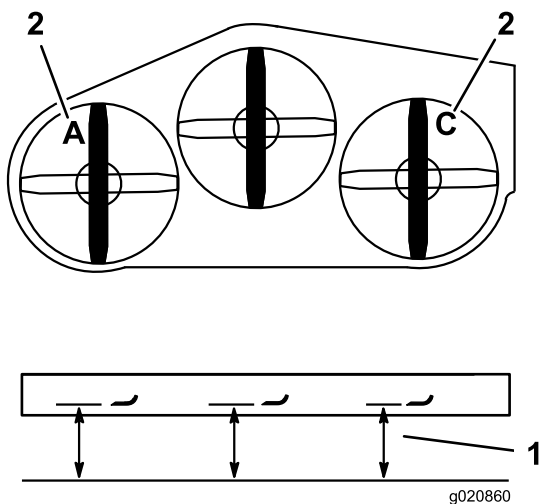

Figura 85
4. Mida la cuchilla izquierda en la posición **A** desde una superficie nivelada hasta el filo de corte de la punta de la cuchilla, y anote esta medida (Figura 85).
5. Mida la cuchilla izquierda en la posición **C** desde una superficie nivelada hasta el filo de corte de la punta de la cuchilla, y anote esta medida (Figura 85).
3. Mida la cuchilla derecha en la posición **C**, desde una superficie nivelada hasta el filo de corte de la punta de la cuchilla, y anote esta medida (Figura 85).